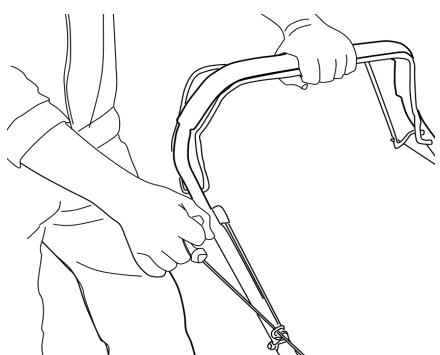

Fig.11
- Tirez le levier du frein de lame vers la poignée et maintenez-le dans cette position lors du démarrage du moteur. Gardez-le pressé pendant le fonctionnement (Fig. 11).
- Tout en tirant le levier du frein de lame, tirez sur la poignée du lanceur pour démarrer le moteur (Fig. 11)